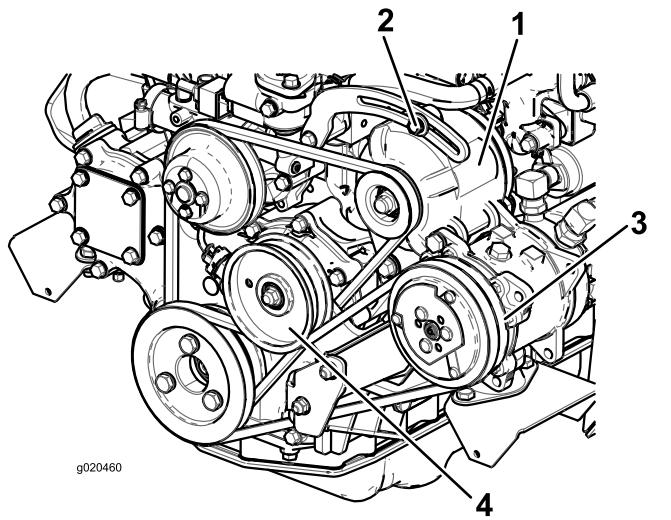

Figura 98
Se a deslocação obtida não for igual a 10 mm, deve desapertar os parafusos de montagem do alternador (Figura 98).
- Se o desvio obtido não for igual a 10 mm, deverá libertar o parafuso de montagem da polia intermédia (Figura 98).